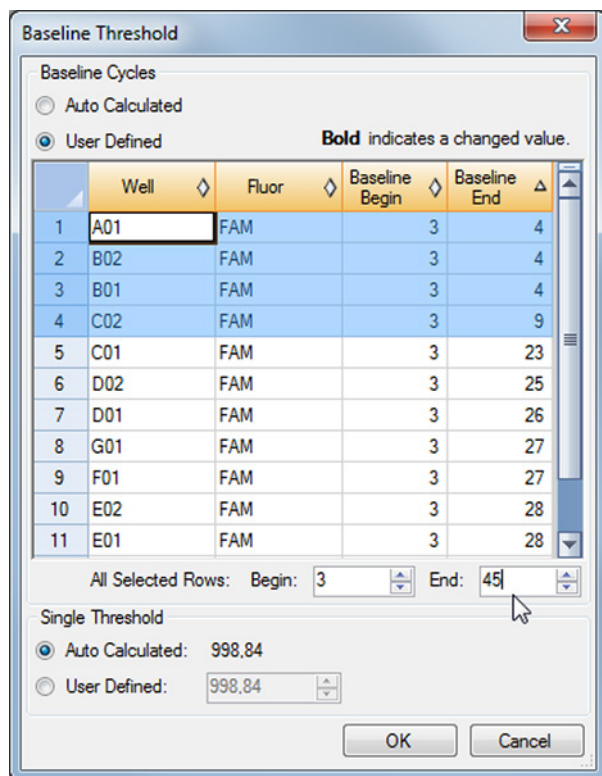

Abb. 5: Dialogfenster Baseline Threshold (Baseline-Schwellenwert)
3. Klicken Sie in der Menüleiste des Fensters Data Analysis (Datenanalyse) auf **Settings** → **Baseline Threshold...** (Einstellungen → Baseline-Schwellenwert...), um das Dialogfenster Baseline Threshold (Baseline-Schwellenwert) zu öffnen (siehe Abbildung 5).
5. Wählen Sie alle Zeilen mit einem **Baseline End** (Baseline-Ende) Wert zwischen 1 und 9 aus (siehe Abbildung 5).
- Setzen Sie den Wert im Feld **End:** (Ende:) für die ausgewählten Zeilen auf 45 (siehe Abbildung 5).
- Wiederholen Sie die Schritte 3–7 für den Detektionskanal VIC™ (IC).